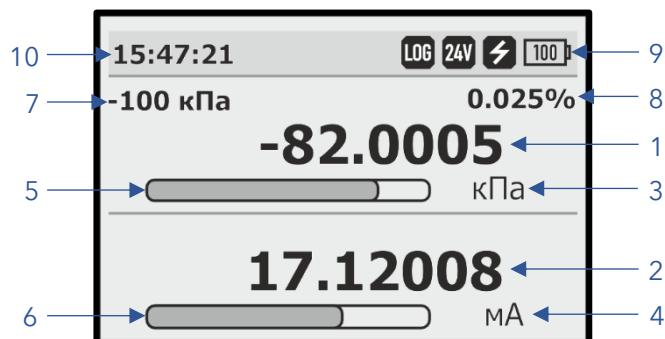

Рисунок 3 - Отображение информации на дисплее.
В центральной части дисплея отображаются значения измеренных величин давления (1) и выбранного электрического параметра (2) (рис. 3). Правее от измеренной величины указывается текущая единица её измерения (3), (4).